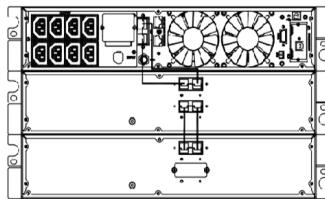

Рис. 10 Типовая установка ЕВР
- c. Для нижнего (или единственного) EBP снимите заглушку для кабеля только на верхней части передней крышки EBP. См. на рис. 10 , расположение верхней кабельной заглушки EBP.
d. Если вы устанавливаете более одного EBP, для каждого дополнительного EBP снимите кабельные заглушки EBP сверху и снизу передней крышки EBP. Смотри рис. 10.
- e. Подключите кабель EBP в аккумуляторный разъем как показано на рис.10. К ИБП может быть подключено до четырех внешних батарейных кабинетов. Соедините черный с черным разъемы.